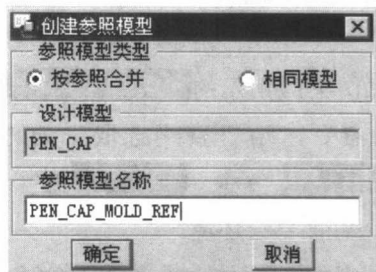

图 1.6 “创建参照模型”对话框
Step6. 此时系统弹出如图 1.6 所示的“创建参照模型”对话框, 选中 ☒ **按参照合并** 单选项, 在**参照模型名称**文本框中接受默认的名称 (或输入参照模型的名称), 单击**确定**按钮。